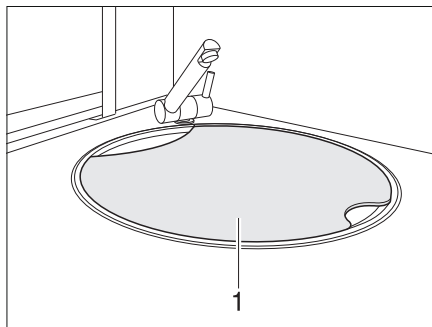

Bild 11 Diskhons lock
- I händelse av ett olycksfall eller vid en nödbromsning kan diskhons lock (Bild 11,1) skada fordonets passagerare. Före körning, ta bort locket från diskhon och förvara det säkert i köket eller i klädsåpet.